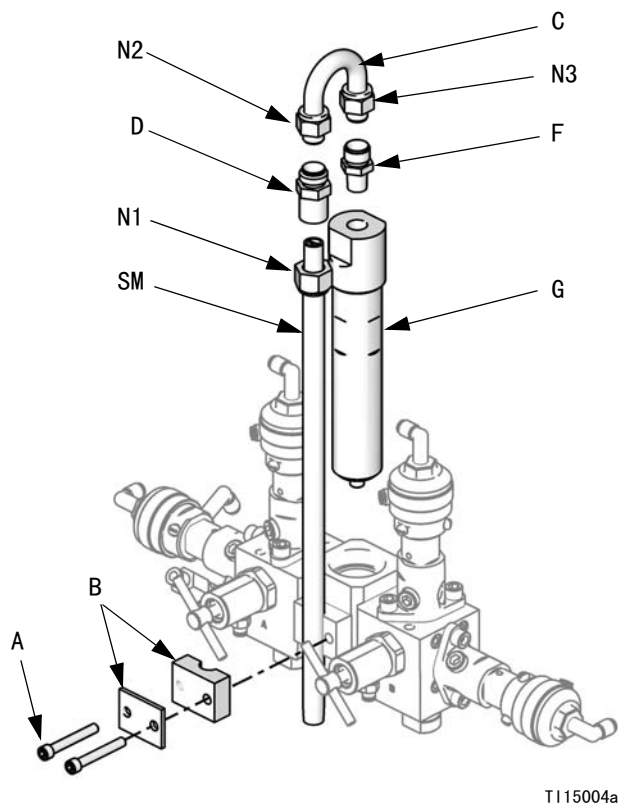

图 8. 拆卸混合室和静态混合器
1. 卸下螺钉 (A) 和静态混合器机架组件 (B)。参见图 8。
2. 拧松静态混合器螺母 (N1)。卸下并保留静态混合器 (SM)。
3. 松开 U 形管螺丝 (N2 和 N3)。丢弃 U 管 (C) 和静态混合器接头 (D)。
4. 卸下并保留 1/4 常温常压 (m) 接头 (F)。卸下混合室 (G) 并将其丢弃。